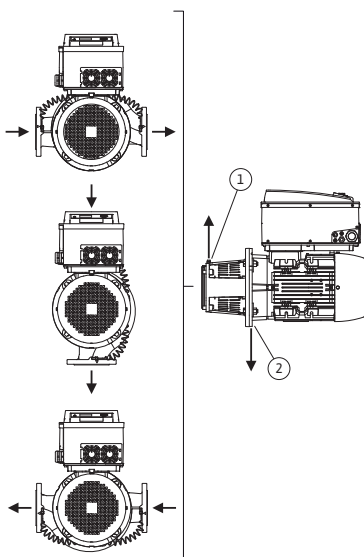
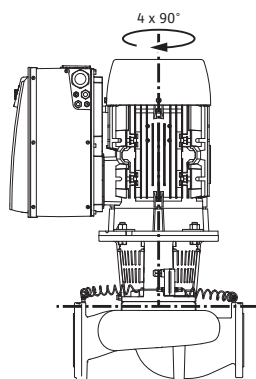

Fig. 18: Godkjente monteringsstillinger med horisontal motoraksel
Fig. 19: Godkjente monteringsstillinger med vertikal motoraksel
De godkjente monteringsstillingene med horisontal motoraksel og elektronikkmodul oppover (0°) er fremstilt i Fig. 18. De godkjente monteringsstillingene med elektronikkmodul montert på siden ($\pm 90^\circ$) er ikke avbildet. Alle monteringsstillinger med unntak av "Elektronikkmodul nedover" (-180°) er tillatt. Lufting av pumpen er bare garantert hvis lufterventilen peker oppover (Fig. 18, pos. 1). Bare i denne posisjonen (0°) kan oppsamlet kondensat føres målrettet bort via tilgjengelig boring, pumpelanterne samt motor (Fig. 18, pos. 2). Fjern i denne forbindelse pluggene på motorflensen.
De godkjente monteringsstillingene med vertikal motoraksel er fremstilt i Fig. 19. Alle monteringsstillinger med unntak av "Motor nedover" er tillatt.
- Lufteventilen på lanternen (Fig. 6, pos. 1.31) skal alltid peke oppover ved horisontal motoraksel (Fig. 6a; og Fig. 6b:). Ved vertikal motoraksel er alle orienteringer tillatt. Se også Fig. 18: "Godkjente monteringsstillinger med horisontal motoraksel" på side 24 evt. Fig. 19: "Godkjente monteringsstillinger med vertikal motoraksel" på side 25.
- Ved horisontal motoraksel må kondensat-hullene posisjoneres på undersiden (Fig. 18, pos. 2). Ellers må motoren dreies til respektiv posisjon.